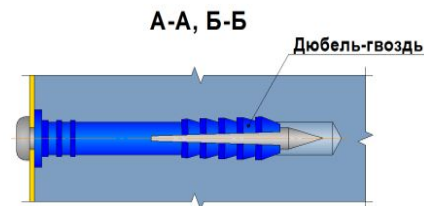

Рис. 8
- Крепить знаки безопасности следует согласно разработанной Ремонтным производством схемой крепления знаков безопасности (рис. 8).